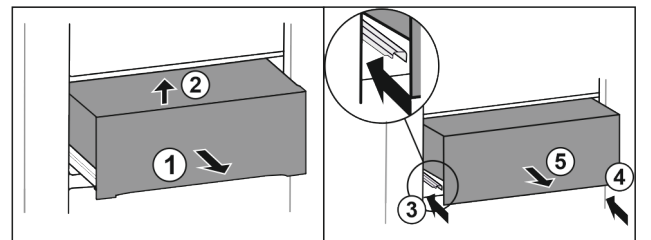

Fig. 38*
- ▶ Estrarre il cassetto a metà Fig. 38 (1).*
- ▶ Sollevare dal lato anteriore Fig. 38 (2).*
- ▶ Inserire la guida a sinistra Fig. 38 (3).*
- ▶ Inserire la guida a destra Fig. 38 (4).*
- ▶ Rimuove il cassetto tirandolo in avanti Fig. 38 (5).*